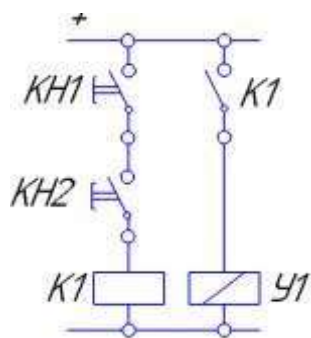

Рисунок 18 - Применение логической операции «И» при подключении распределителя
- 1 Начертить электрическую схему рис.18